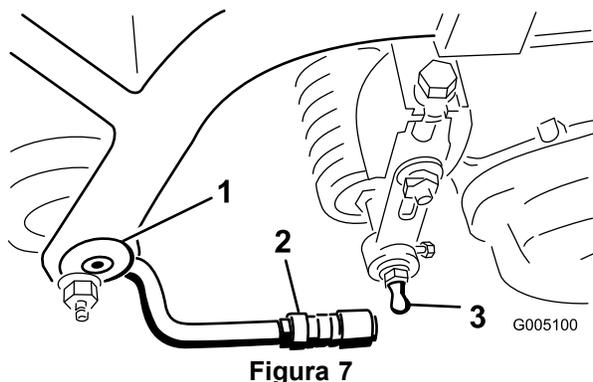

Figura 7
- Coloque um tampão esférico em cada uma das extremidades do cilindro dianteiro das unidades de corte (Figura 7).
- Faça deslizar a manga para a junta esférica e rode o braço de apoio para baixo até que o suporte encaixe no tampão esférico. Liberte a manga, fazendo-a deslizar para o engate, bloqueando desta forma a estrutura (Figura 7).